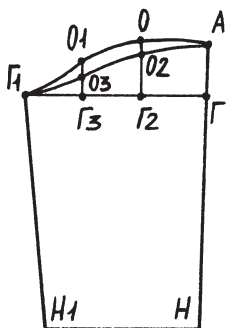

Рис. 151. Чертеж выкройки рукава
*Рукав.* Постройте прямой угол с вершиной в точке А (рис. 151).